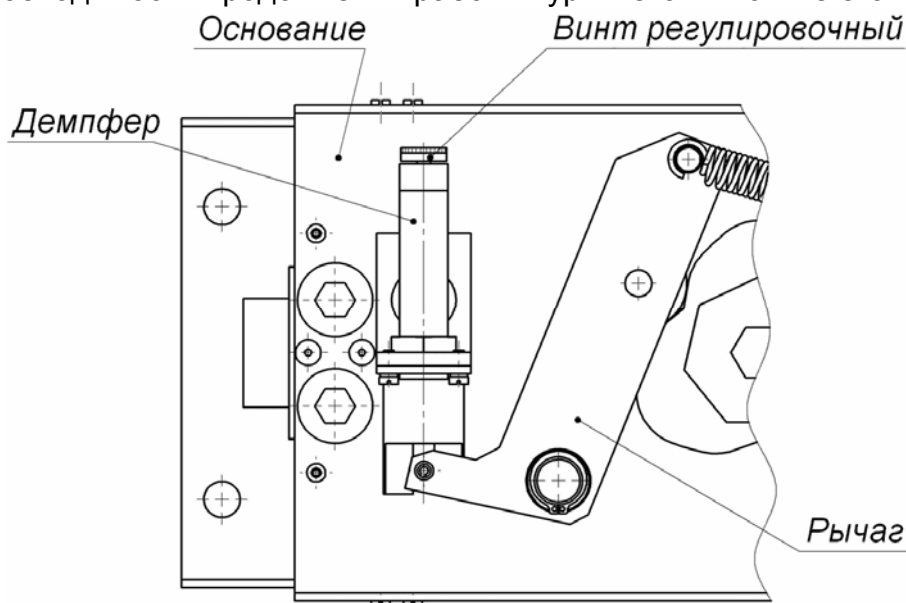

Рисунок 21 Демпфер турникета PERCo-RTD-15.2, расположенный в балке привода (13) (вид сверху)
2. отверните шестигранным ключом S1,5 стопорный винт, расположенный на торце *регулирующего винта* демпфера (см. рис. 21); регулировочный винт демпфера в состоянии поставки установлен на делении 5 (в среднем);
8. установите в рабочее положение кожух (14);